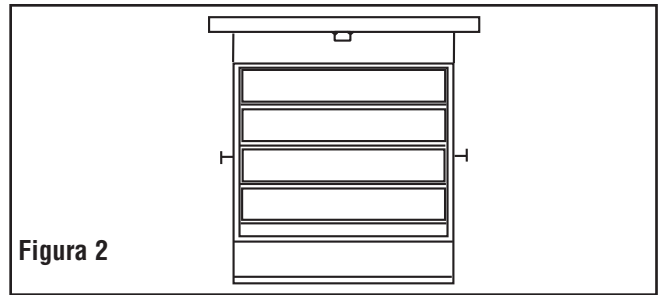

Figura 2
**5kw y 7.5 kw:** Además del agujero de montaje roscado de 1/2" - 13NC, los calentadores de 5 kw y 7.5 kw incluyen un soporte para colgarlos. El soporte se puede montar para una descarga de aire horizontal en la ranura de agujero doble que separa 1-7/8 pulg. (47 cm) la parte superior del calentador del techo (figura 2), o puede fijarse en la ranura de un solo agujero para montaje horizontal o vertical.